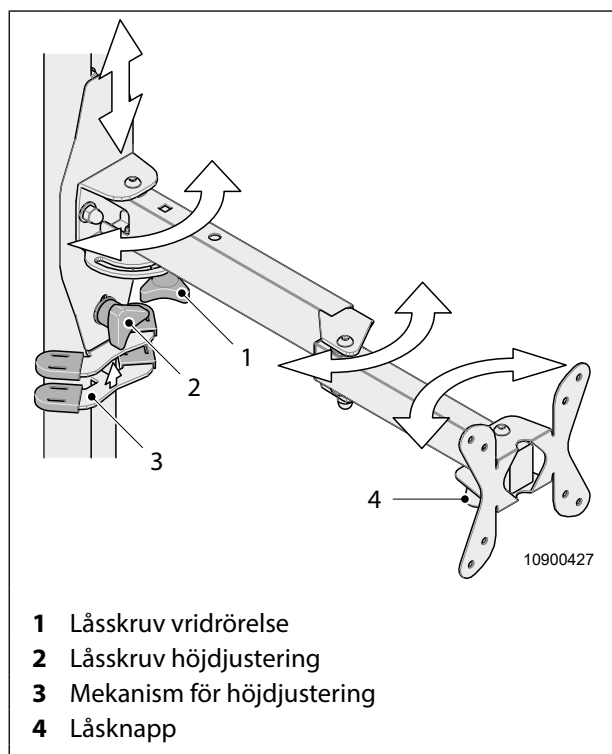

Fig. 24 TV-hållare
1. Lossa låsskruven (Fig. 24, pos. 1).
2. Dra låsknappen (Fig. 24, pos. 4) nedåt och håll den kvar.
4. Tryck låsknappen (Fig. 24, pos. 4) uppåt.
5. Fixera TV-fästet med hjälp av låsskruven (Fig. 24, pos. 1).
1. Lossa låsskruven (Fig. 24, pos. 2).
2. Tryck ihop mekanismen för höjdjustering (Fig. 24, pos. 3) och håll den in ihoptryckt.
3. Ställ in önskad höjd och släpp mekanismen för höjdjustering (Fig. 24, pos. 3).
4. Fixera TV-fästet med hjälp av låsskruven (Fig. 24, pos. 2).